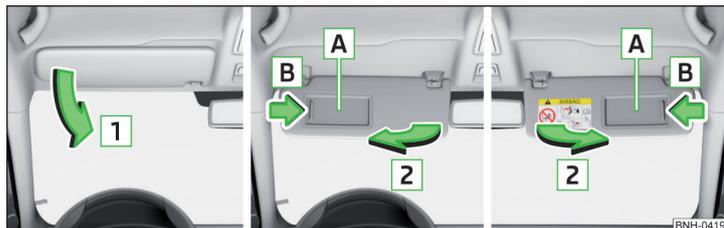

Fig. 48 Bajar visera / Girar visera hacia la puerta y colocar cubierta de espejo
**Operación y descripción del parasol** » fig. 48